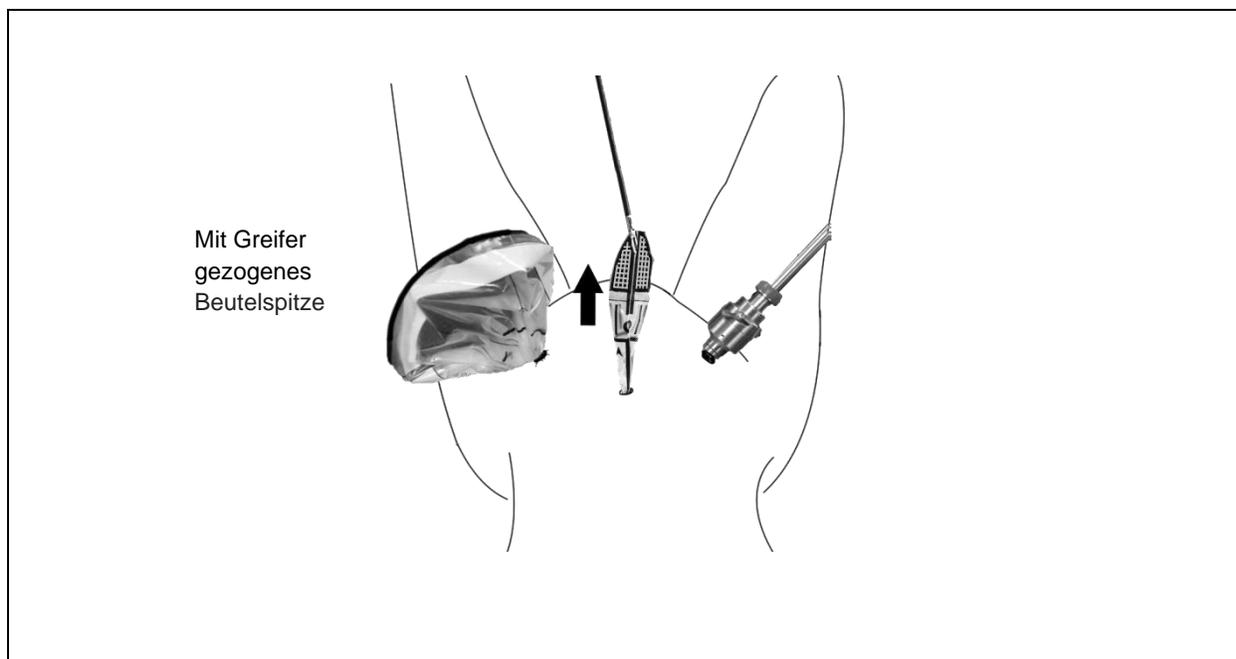

Abbildung 13: Entfernung des Trokars aus dem Umbilikalport
- 9.13 Ziehen Sie die Beutelspitze mit Hilfe des Greifers durch den Umbilikalport heraus (Abbildung 13).